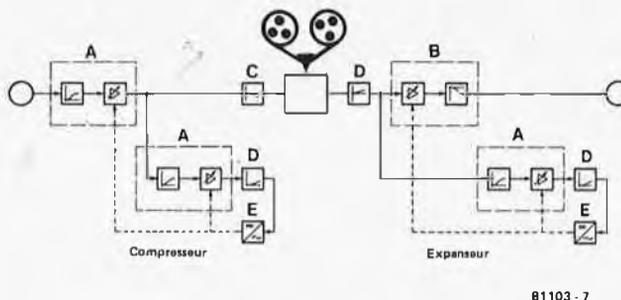

Figure 7. Voici le schéma synoptique des parties Compresseur et Expandeur du système High Com.
La figure 7 représente le schéma synoptique du High Com. Les blocs A sont des étages identiques ayant pour rôle de relever les fréquences élevées. Ils sont suivis d'un amplificateur commandé en tension (VCA). Le bloc B est un expandeur dont la fonction de transfert est l'inverse de celle des blocs A. Les blocs C et D assurent les opérations de dé-accentuation et de pré-accentuation respectivement. Finalement, deux redresseurs (E) fournissent les tensions de commande des VCA.